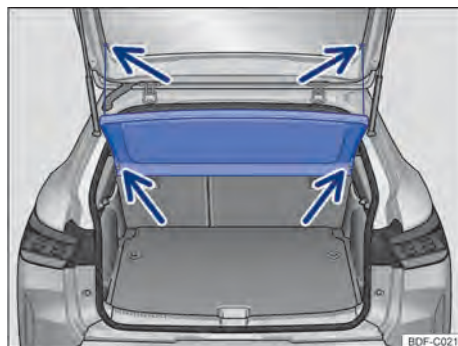

Fig. 120 No compartimento de bagagem: remover e instalar a cobertura do compartimento de bagagem.
- Desprender os cordões de retenção do suporte da tampa traseira → Fig. 120 (setas superiores).
- Retirar a cobertura do compartimento de bagagem por trás, para fora dos suportes laterais → Fig. 120 (setas inferiores).
- Empurrar a cobertura do compartimento de bagagem para a frente, introduzindo-a nos suportes laterais → Fig. 120 (setas inferiores).
- Encaixar os cordões de retenção na tampa traseira → Fig. 120 (setas superiores).